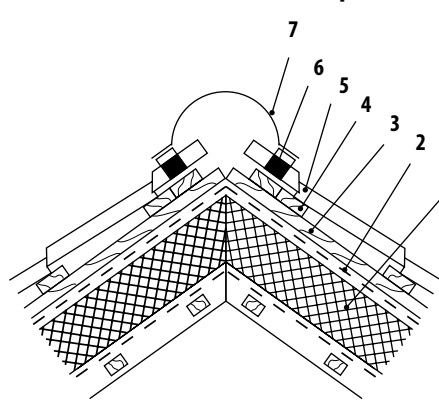

**Рисунок 3.9 Конструкция конька с двумя вентиляционными зазорами**
Конек может быть простой, фигурный и круглый. В месте крепления конька по обе стороны прибавляют дополнительные доски обрешетки. Конструкция конька с двумя вентиляционными зазорами показана на рис. 3.9. Гидроизоляционная пленка (2), уложенная на стропильные ноги, не должна доходить до верха минимум 100 мм. Пленка, уложенная на обрешетку, должна перекрывать нижнюю пленку не менее 150 мм. При монтаже металлочерепицы листы не должны сходиться под коньком вплотную друг к другу. Желательно, чтобы лист не доходил до верха около 50 мм (рис. 3.9). Пространство под коньком должно свободно вентилироваться.